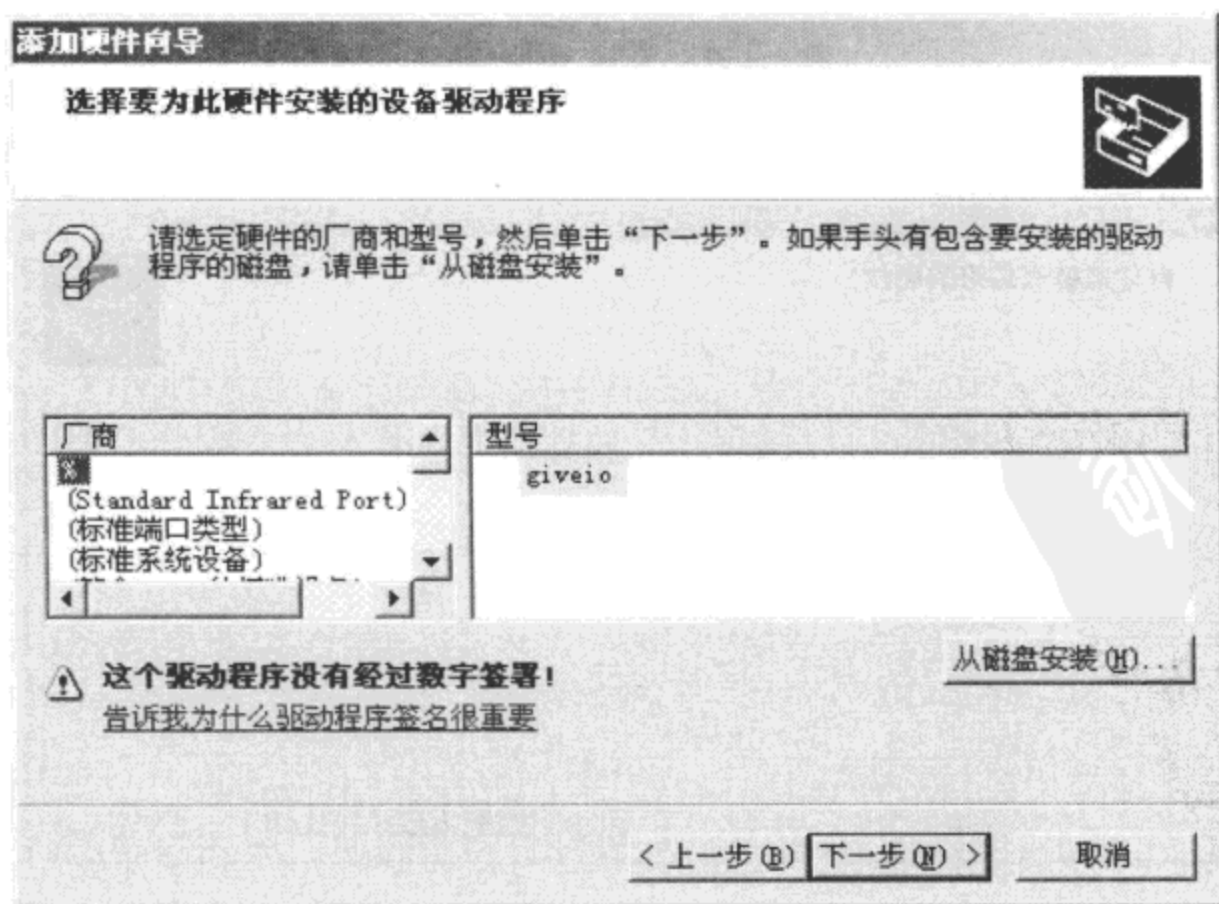

图 2-28 选择设备
Step6: 不选左右两侧列表中的任何选项，直接单击“从磁盘安装”按钮，如图 2-28 所示。